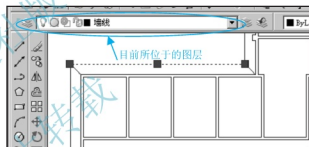

图 2.68 查询图形所位于的图层
(1) 在无命令情况下,单击散水线,出现夹点。此时【图层控制】选项窗口显示的就是目前该图形所位于的图层,可以用此方法查询某图形所位于的图层,如图 2.68 所示。